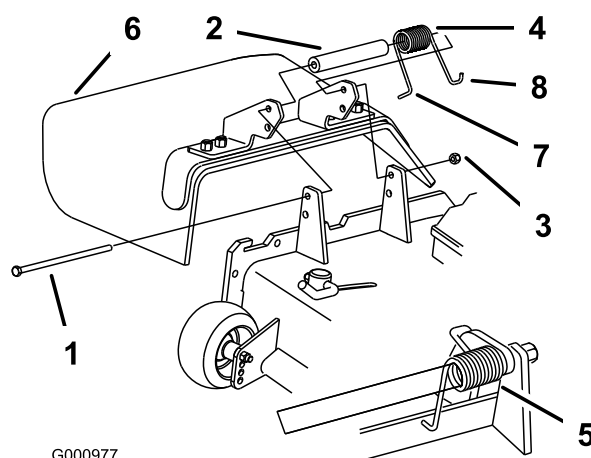

Figura 1
3. Retire la contratuerca, el perno, el muelle y el espaciador que sujetan el deflector a los soportes de pivote (Figura 1). Retire el deflector de hierba.